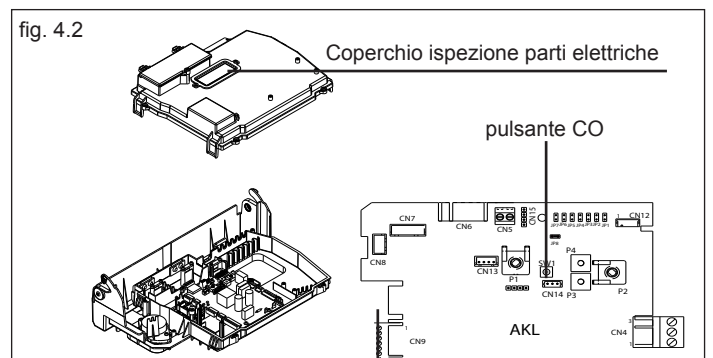

fig. 4.2
- premere il pulsante CO (fig. 4.2).